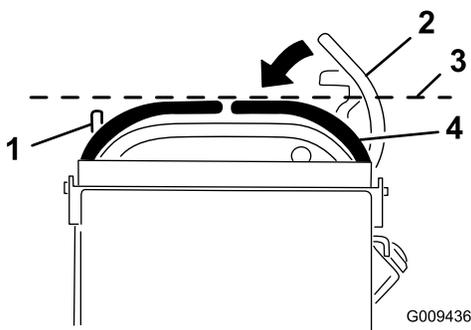

Рисунок 67
3. Нажмите вниз правый рычаг управления движением, чтобы вывести его из НЕЙТРАЛЬНОГО ФИКСИРОВАННОГО положения (Рисунок 67).
4. Проверьте, выровнен ли правый рычаг управления движением по горизонтали относительно левого рычага управления движением (Рисунок 67).